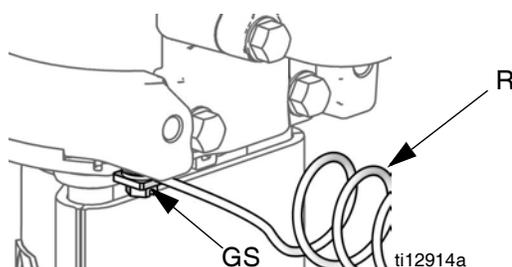

FIG. 2. Vis et fil de mise à la terre
1. Pompe : Voir la FIG. 2. Vérifiez si la vis de mise à la terre (MS) est correctement fixée et serrée sur le moteur pneumatique. Raccordez l'autre extrémité du fil de terre (R) à une véritable prise de terre.